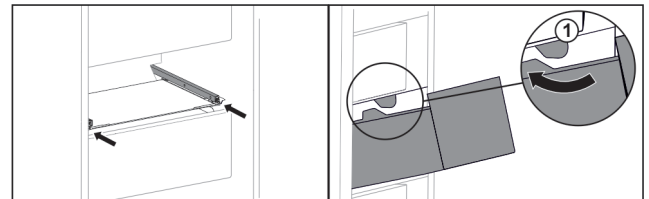

Fig. 50
- ▶ Lade rond de stoppers Fig. 50 (1) leiden.